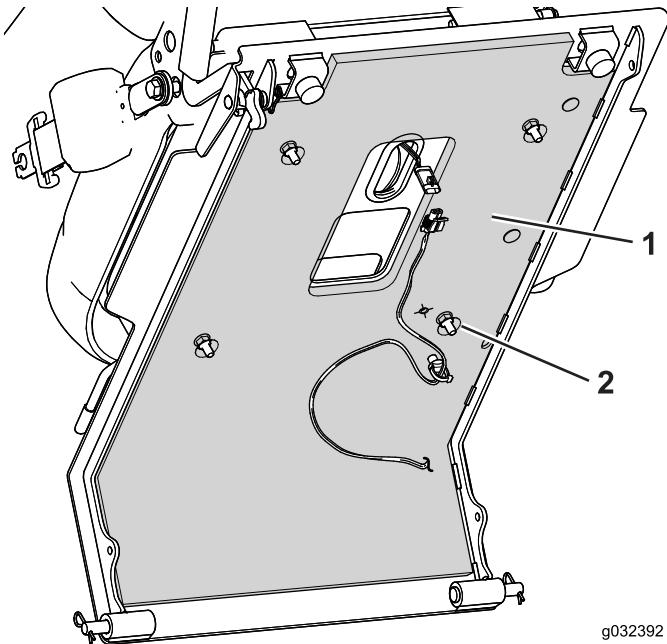

Рисунок 6
- 5. Удалите подложку и приложите самоклеящийся щиток к обратной стороне основания сиденья (Рисунок 6).